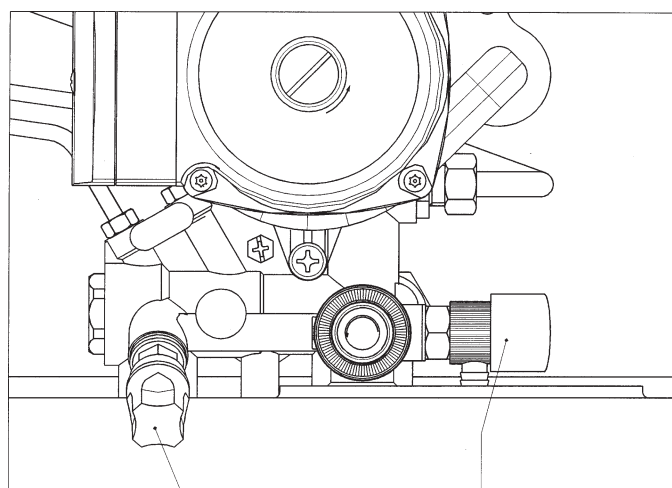

Figura 3
Importante: Certifique-se periodicamente de que a pressão, lida no manómetro (14), com a instalação fria, é de 0,5 - 1 bar. Em caso de pressão excessiva, abra a torneira de descarga da caldeira. Caso seja inferior, abra a torneira de enchimento da caldeira (figura 3) para os modelos **energy 240 i - 240 Fi - 280 i - 280 Fi**.